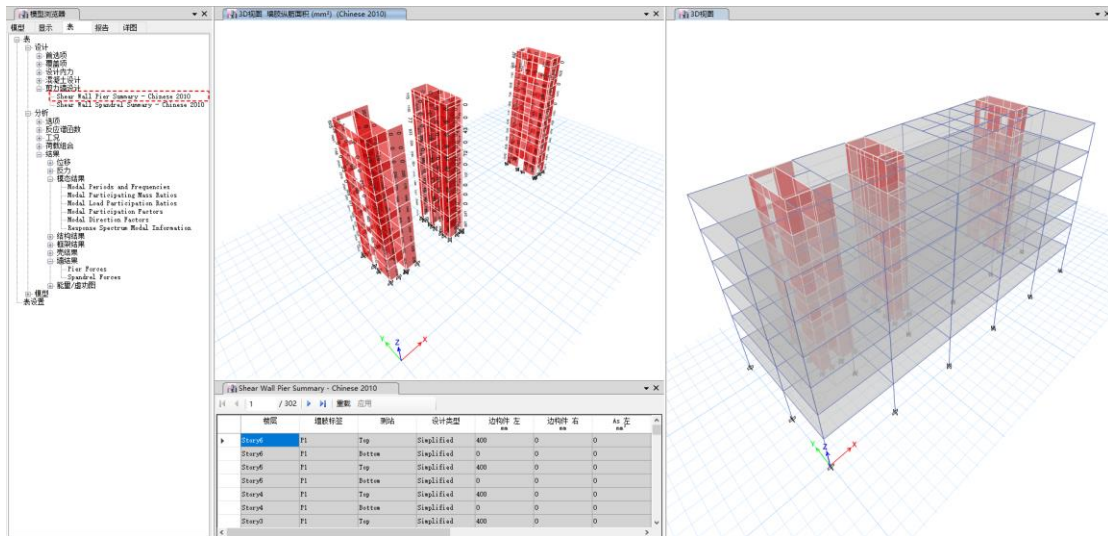

图 9-8 剪力墙墙肢摘要表格
14. 在模型浏览器窗中依次打开表>设计>剪力墙设计，双击 *Shear Wall Pier Summary*（剪力墙墙肢摘要），则在主窗口下方出现墙肢设计摘要表格，如图 9-8 所示：